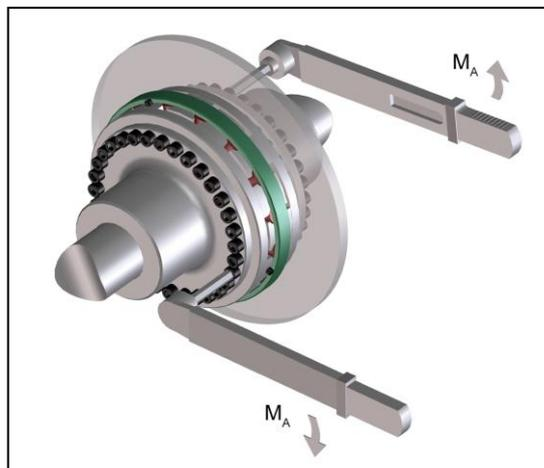

Bild 11
- Ziehen Sie die Schrauben mit dem in Tabelle 8 vorgeschriebenen Anzugsdrehmoment  $M_A$  fest (Bild 11).